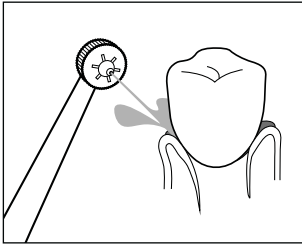
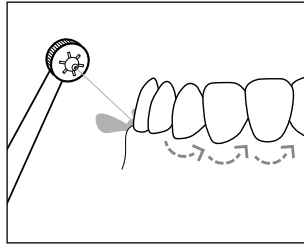

Fig. 8
Fig. 9
- ▶ Ne mettez le manche ④ en marche qu'une fois en bouche afin d'éviter des projections d'eau.
- ◆ Allumez le manche ④ en plaçant l'interrupteur marche/arrêt du jet d'eau I/O ③, situé sur le manche ④, sur I.
- ◆ Pour le nettoyage, dirigez le jet d'eau vers les espaces interdentaires et les bords des dents. Tenez la canule ② de manière à ce que le jet d'eau puisse éliminer les restes alimentaires des gencives (voir fig. 8). Déplacez la canule ② lentement le long des bords des dents d'un espace interdentaire à l'autre (voir fig. 9). Nettoyez de cette manière toutes les faces intérieures et extérieures des dents.